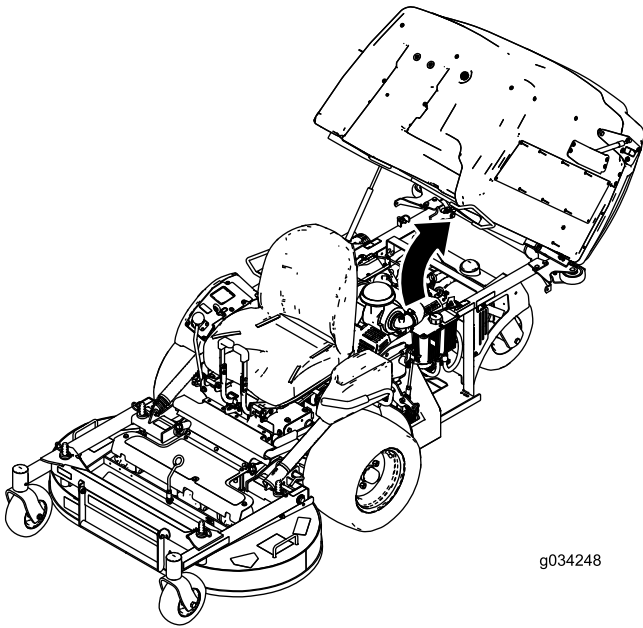

Figure 30
2. Relevez la trémie (Figure 30).